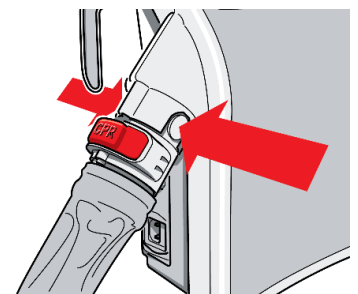
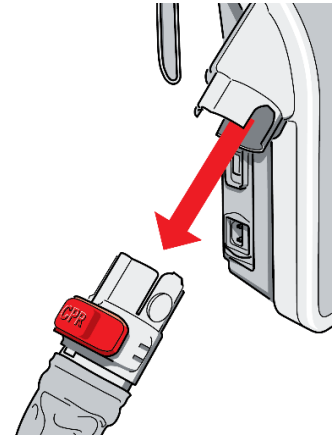

Abb. 15: Trennen des Luftschlauches
Abb. 16: Herausziehen des Multifunktionskonnektors
- d. Trennen Sie den Luftschlauch vom Aggregat. Drücken Sie dazu die Knöpfe an der Seite des Schlauchanschlusses (Abb. 15) und ziehen Sie den Multifunktionskonnektor nach unten heraus (Abb. 16).